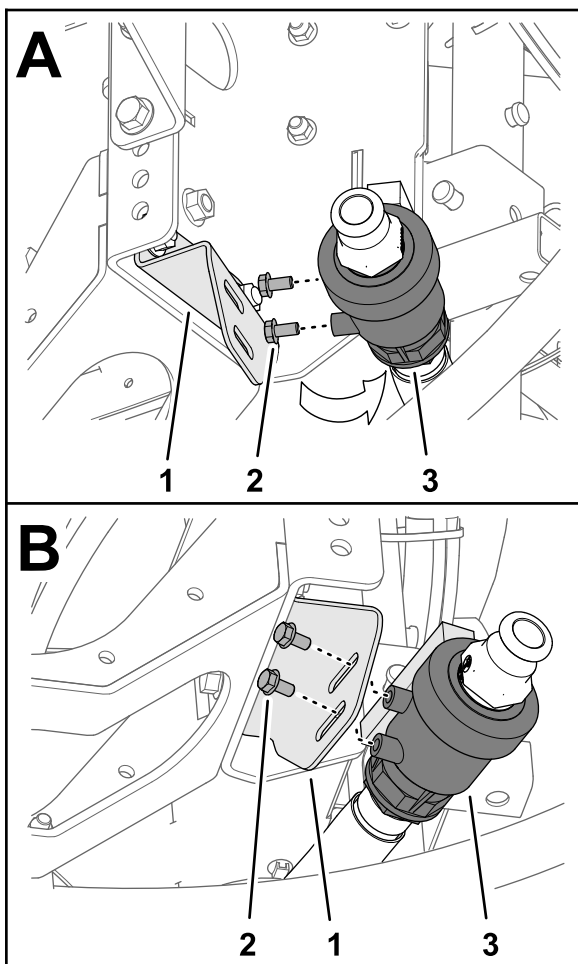

Figura 14
3. Rimuovete i 2 bulloni a testa flangiata (5/16" x 5/8") dalla scatola della valvola di spurgo (Figura 14).